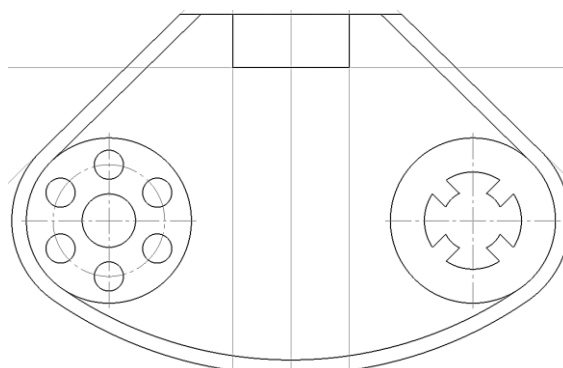

Рис. 67. Построение отрезков
2.13.4 Обвести прямоугольник при помощи команды **Отрезок**  (рис. 67).